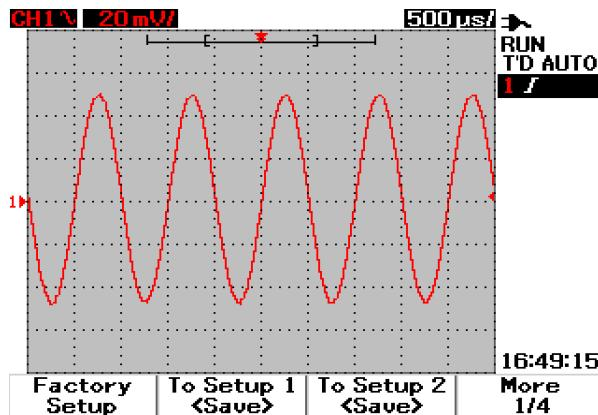

图 3-40 <Save> 显示表示没有保存设置文件。可按 F1 将设置保存到 Setup 1。
- 4 在图 3-40 中，按 F1 将配置设置保存到 Setup 1。